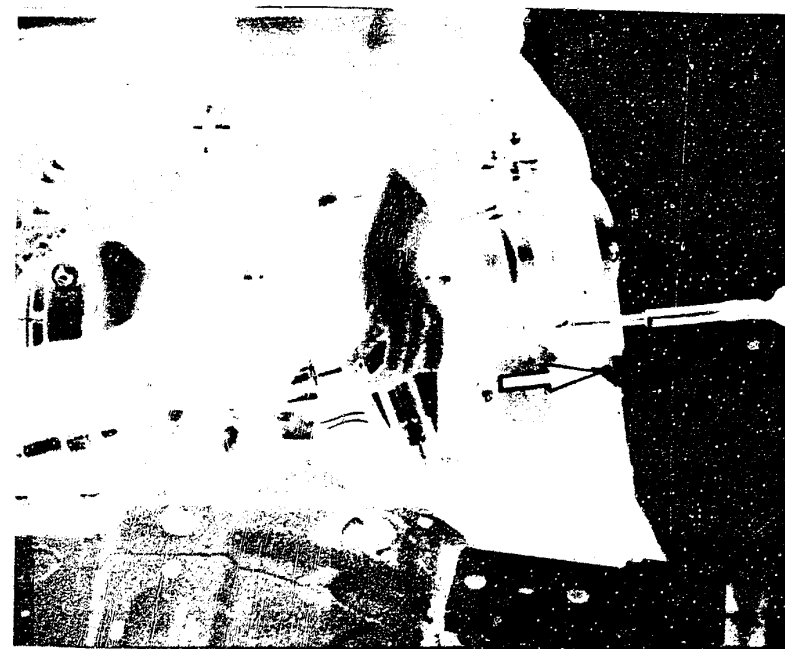

Bild 54
b) Das **Lenkgetriebe** ist mit vier Schrauben auf dem Aggregateträger befestigt. Die gelöste Lenkung wird aus dem linken Radkasten ausgefahren (Bild 54).